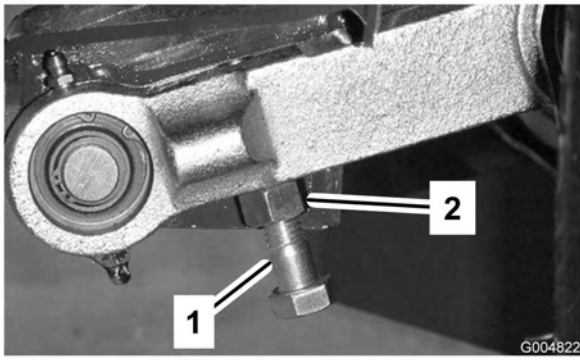

Figure 25
3. Pour ajuster la distance, trouvez le boulon sur la biellette de pivot arrière du plateau de coupe (Figure 25). Desserrez l'écrou de blocage sur le boulon de réglage. Desserrez ou serrez les boulons de réglage pour obtenir un écartement de 10 à 16 mm, puis serrez l'écrou de blocage.